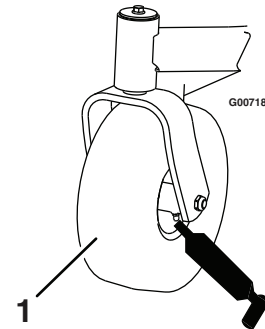
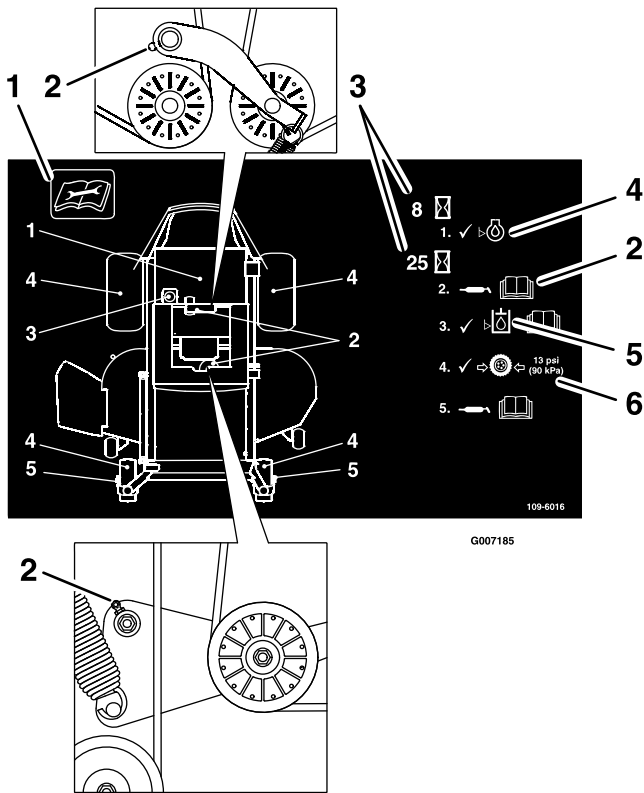

Figura 22
Figura 23
Engrase las ruedas giratorias delanteras y sus pivotes (Figura 22).
3. Limpie con un trapo los puntos de engrase (Figura 22 y Figura 23). Asegúrese de raspar cualquier pintura que hubiera sobre los puntos de engrase.
4. Conecte una pistola de engrasar a cada punto de engrase (Figura 22 y Figura 23). Bombear grasa hasta que empiece a rezumar grasa de los cojinetes.